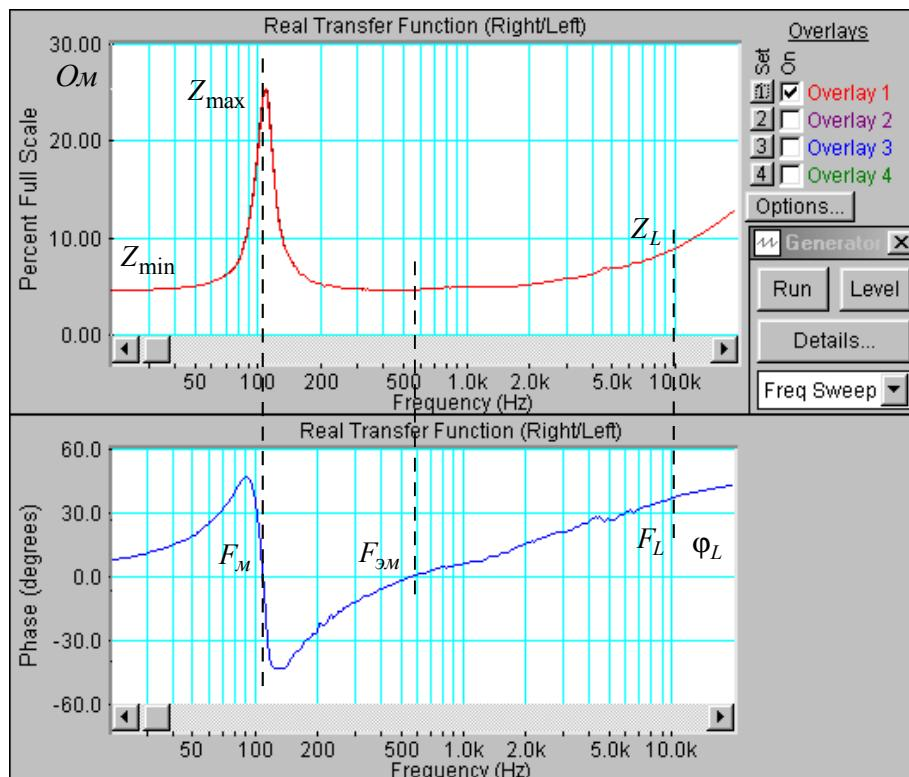

Рис. 2.5. Частная и фазовая характеристики входного сопротивления головки громкоговорителя
- По команде **Run** начните измерения частотной и фазовой характеристик входного сопротивления головки громкоговорителя (рис.2.5). Через 10...30 с , когда графики перестанут видоизменяться, командой **Stop** зафиксируйте результаты измерений.